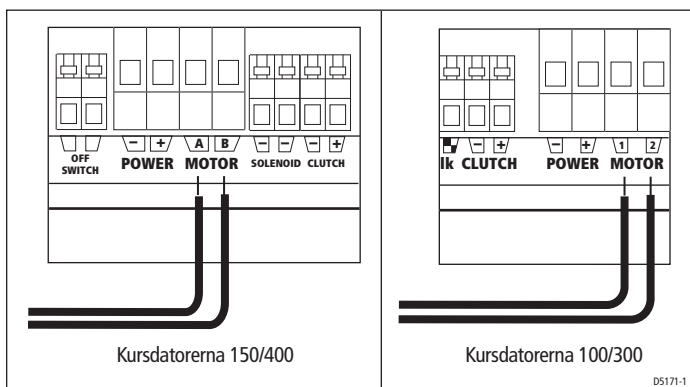

Bild 8: Anslutningar till färdator
4. Anslut kablarna från pumpen till **motor**plintarna på kursdatorn (se bild 8): Du kan nu ansluta ledarna i motorkabeln till valfri motorplint. Dessa anslutningar kontrolleras när resten av autopilotsystemet installeras.